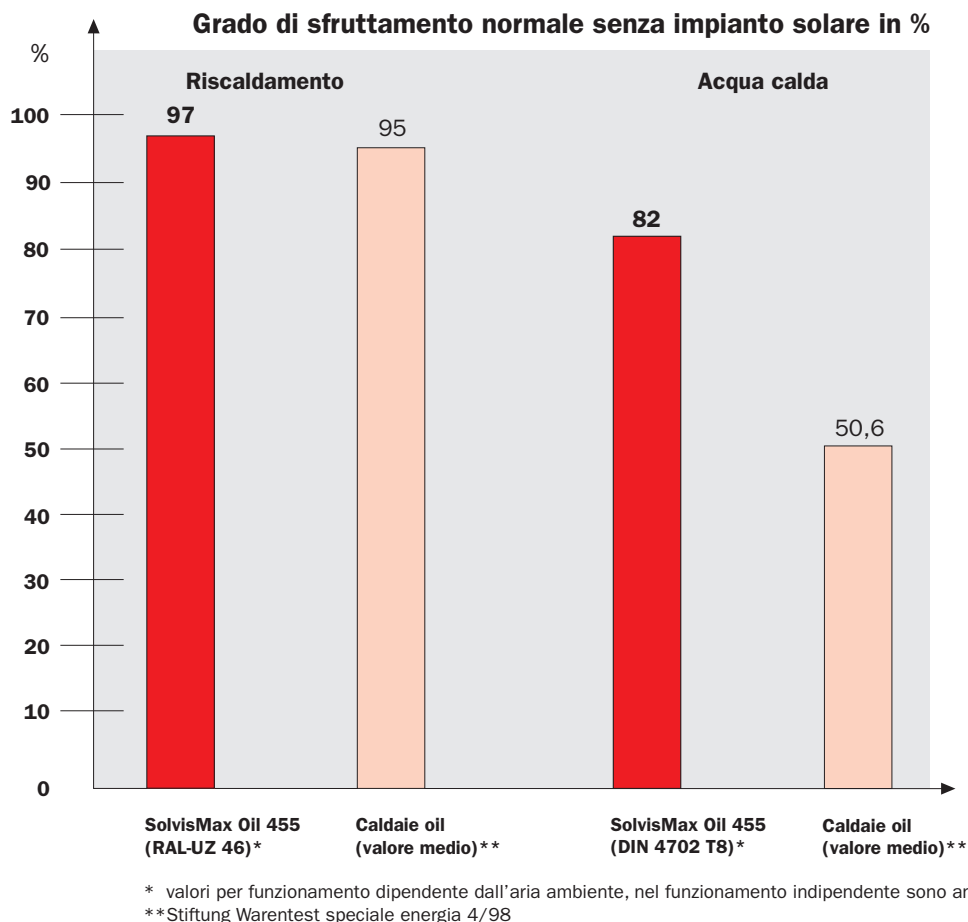

Fig. 2: Rispetto ai risultati delle comuni unità a gasolio (test speciale energia 4/98) è evidente la superiorità di SolvisMax Oil
- il più alto grado di sfruttamento normale: 97% (fig. 2)